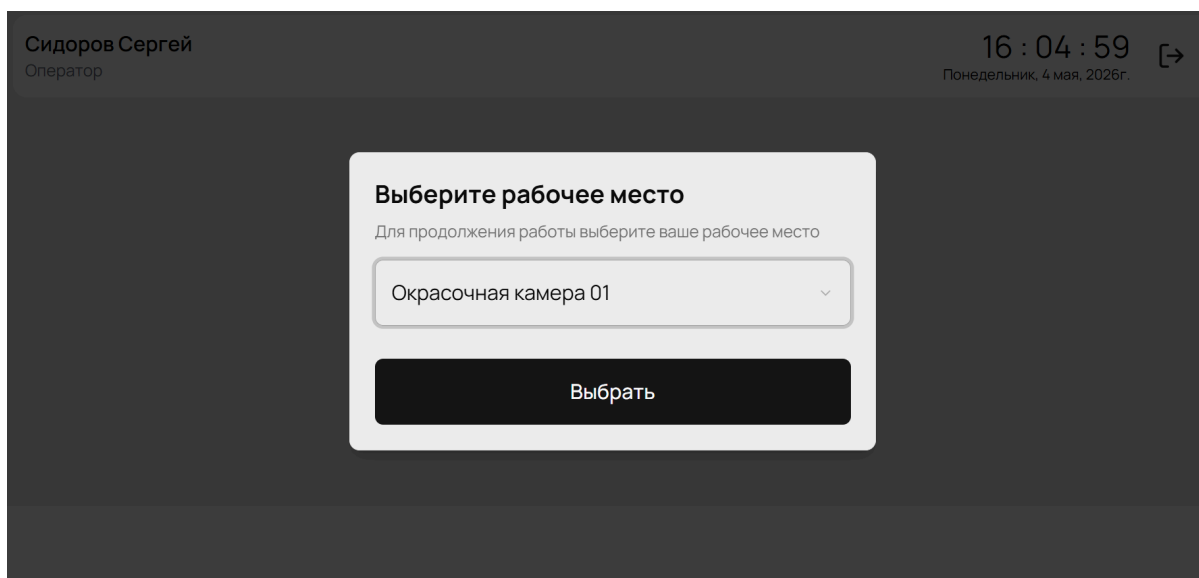

Рисунок 3 - Выбор рабочего места
- Выберите рабочее место из списка (Рисунок 3).